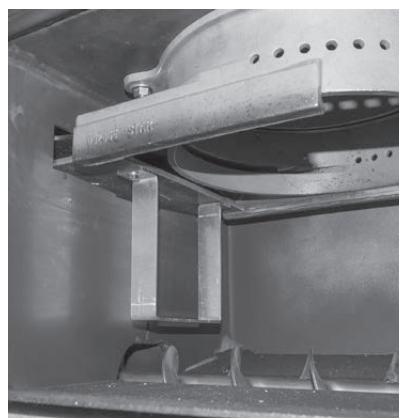

Fig. 25 Winkel am Ascheschieber fixieren
- ▶ Winkel im Kessel unten am Ascheschieber mit je 2 U-Scheiben 6 und Sechskantschrauben M6x10 fixieren – Fig. 25.